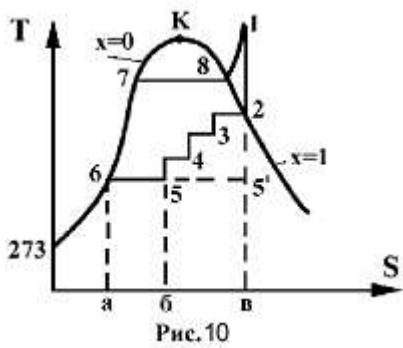

Рис. 10
15. Показать на рис. 10 площадь, эквивалентную количеству тепла, не пошедшему на выработку электрической энергии в результате отбора пара из трубы для целей регенерации.
16. Показать на рис. 10 площадь, эквивалентную уменьшению потерь тепла в конденсаторе в регенеративном цикле.
17. Показать на рис. 10 площадь, эквивалентную потерям тепла в конденсаторе в регенеративном цикле.